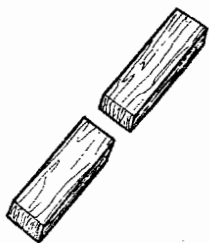

Рис. 15. Правило.
**Правило** (рис. 15) представляет собой рейку сечением 20-90 мм, длиной 1700-1800 мм с ручками в виде прорезей посередине.